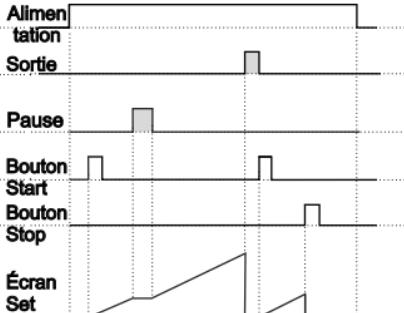

Figure 1.4
1.2.2 Si le comptage est **dEct** = 0 et que **butF** est **oFF**, le schéma de commande sera celui illustré à la figure 1.4.